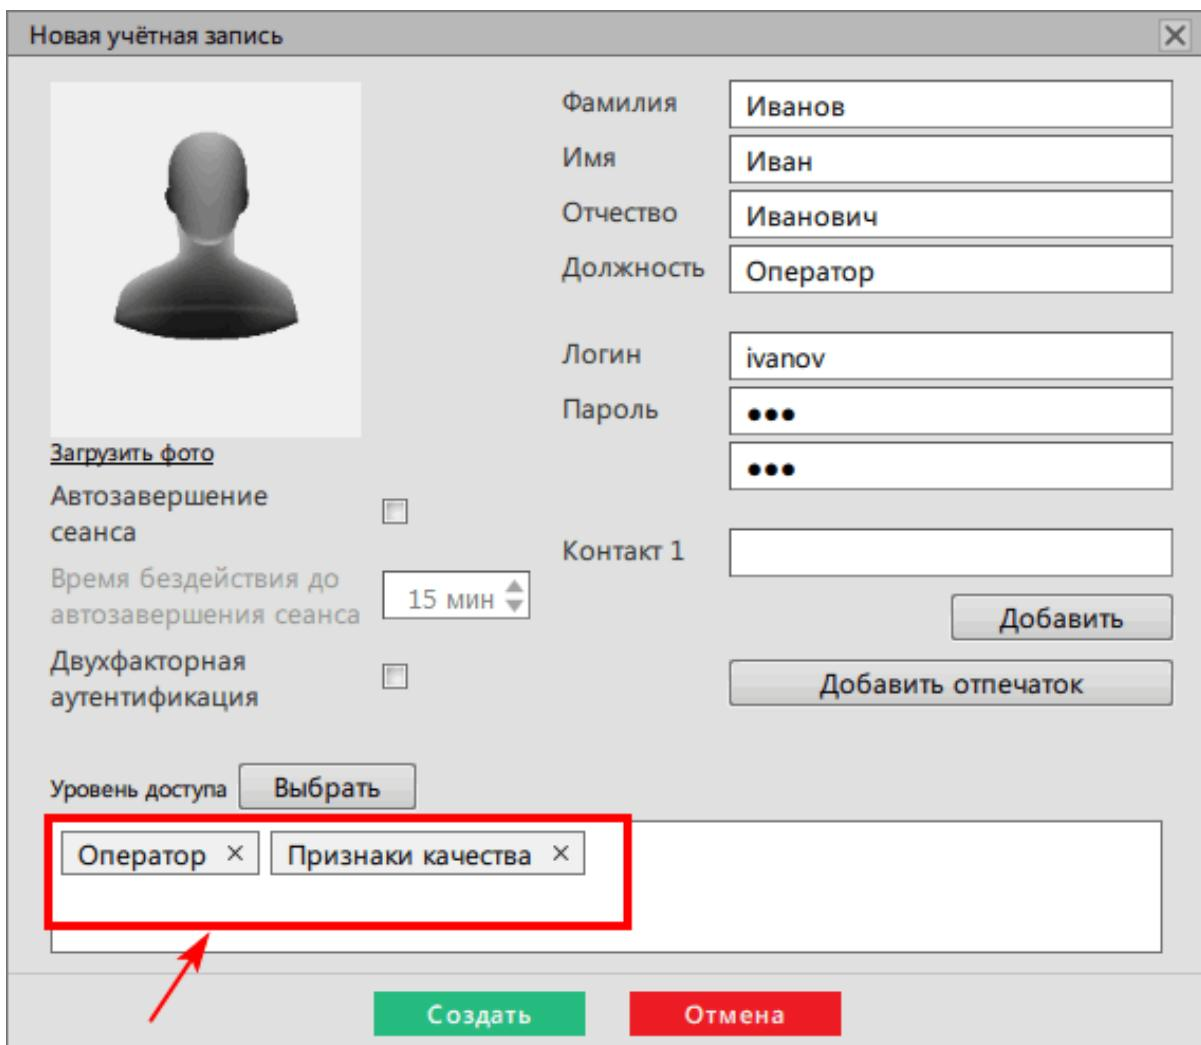

Рисунок 453 - Учетная запись оператора
5. На вкладке Учетные записи к учетной записи оператора добавьте роль из п.4 (Рисунок 453).